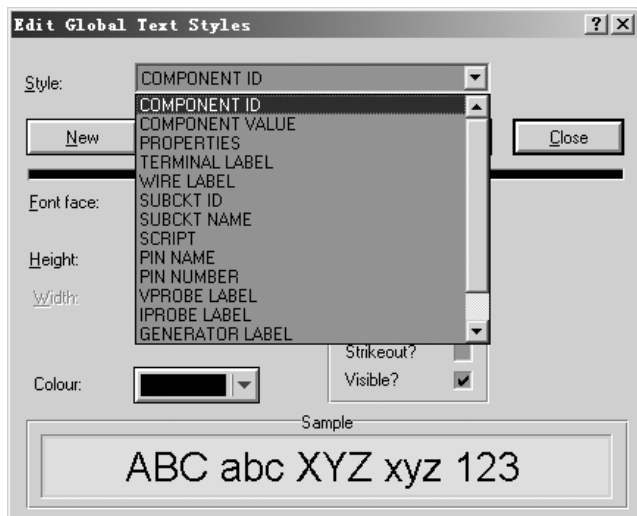

图 4.32 设置文本风格
- **Set Text Styles:** 设置文本风格，点击后会弹出如图 4.32 所示的对话框，主要用于设置器件名称（COMPONENT ID）、器件值（COMPONENT VALUE）、器件属性（PROPERTIES）的字体（Font face）、字体大小（Height）、颜色（Color）、效果（Effects）等，同样可以在下方的 Sample 区看到当前的设置效果。